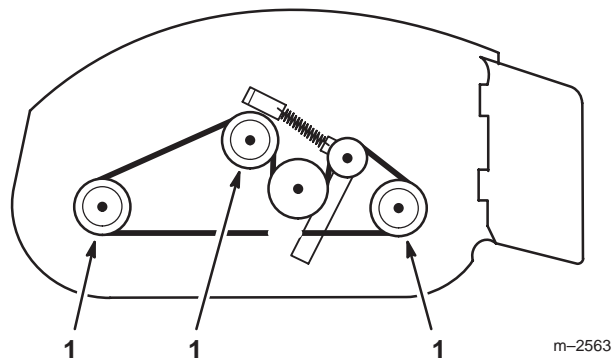

Figure 25
1. Lubrifiez les graisseurs des roulements des trois poulies d'axe (Fig. 25).